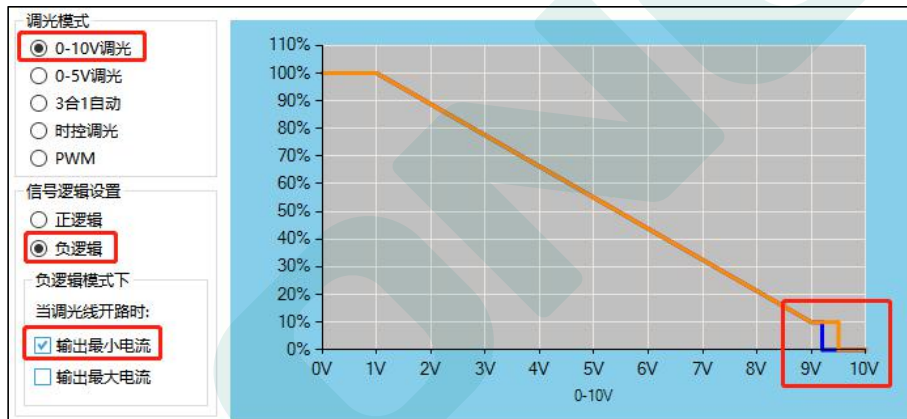

图 5.8.3 0-10V 调光，负逻辑，输出最小电流曲线图
①在负逻辑的情况下，勾选“输出最小电流”，当调光线开路时，会输出最小电流。例如选择“0-10V 调光”，“负逻辑”，“输出最小电流”，如图 5.8.3 所示。
①标准时长可选范围为 07h00min—17h30min，输入值不在此范围内，会默认赋值 10h00min；
②标准中点可选范围为 21:00—03:30，输入值不在此范围内，会默认赋值 00:00。
6. 定时切换时间（缓变控制长度）：每一段之间的时长变化时，输出的功率会按设定的时间内缓慢变化；设置过程中，一级页面的调光曲线图可以实时的响应变化，直观看到曲线效果，如图 5.8.3 所示。